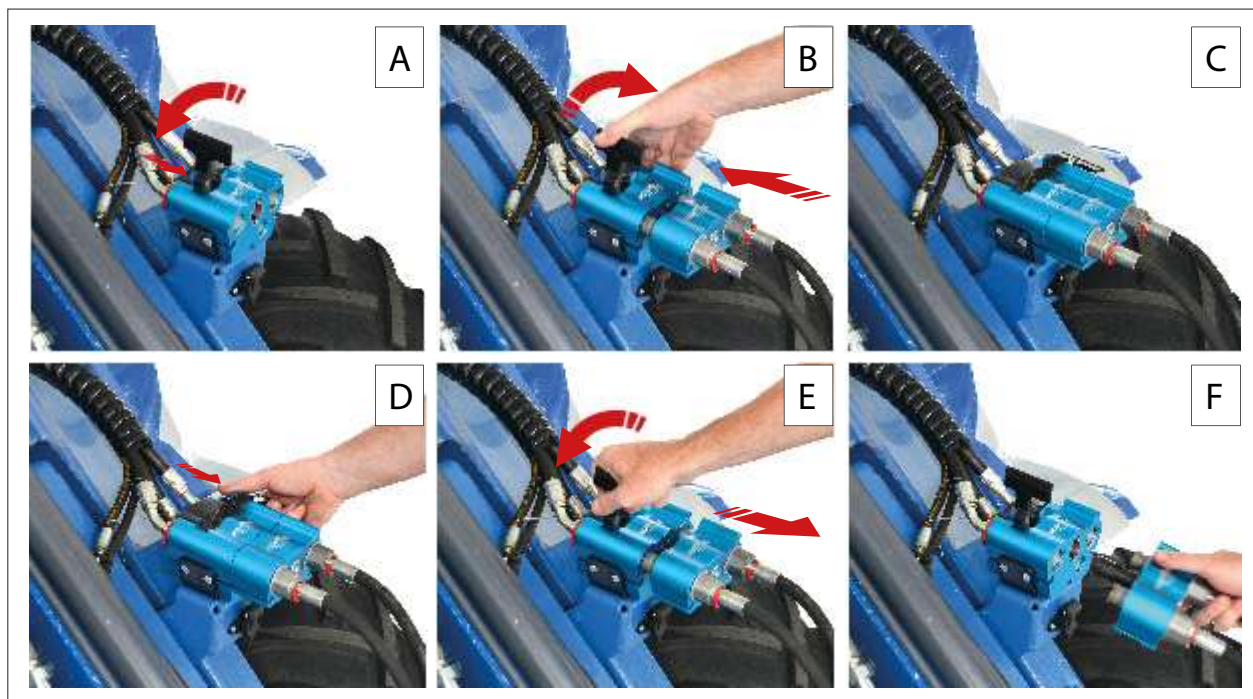

РИС. 36
Перед выполнением гидравлического соединения между машиной и навесным оборудованием (РИС. 36) необходимо сбросить остаточное давление в гидравлическом контуре машины. Для этого выполните следующие действия:
- 2) Нажмите кнопку блокировки (РИС. 35 - Сс. 2) на ручке замка и поднимите ручку замка (РИС. 35 - Сс. 3) в открытое положение (РИС. 36 - Сс. А).
- 4) Потяните стопорную ручку (РИС. 36 - Сс. В) вниз, зафиксировав панель адаптера в мультиконнекторе (РИС. 36 - Сс. С).
- 1) Нажмите кнопку блокировки (РИС. 36 – Сс. D) на ручке замка и поднимите ручку замка в открытое положение (РИС. 36 – Сс. E).
- 2) Отсоедините гидравлические шланги навесного оборудования от машины (РИС. 36 – Сс. F).